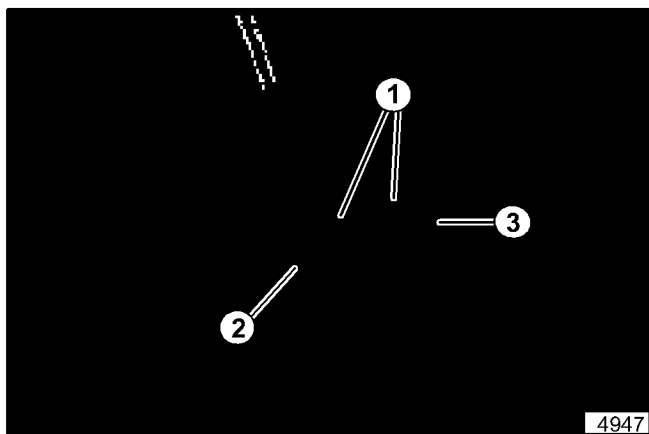

Figura 24. Palanca de Control del Embrague
20. Quite los pasadores de chaveta y de horquilla, y las dos guarniciones de la manija del control (vea la figura 24). Gire la barra para cortar o alargar la barra como sea necesario y vuelva a conectar la barra a la manija con el pasador de horquilla.